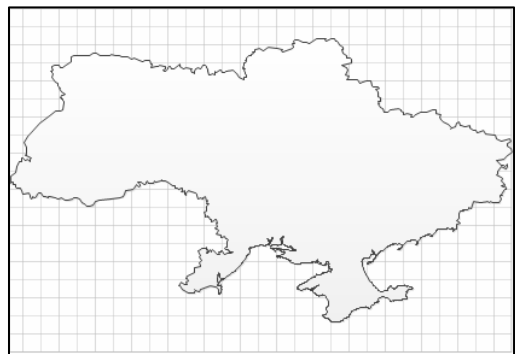

Рис. 13.8. Фігура на базі майстер-шейпу *Ukraine*
- Скопіюйте з трафарету *World Maps* фігуру *Ukraine* до нового трафарету. Випробуйте її в дії (рис. 13.8). Переімнують її в *Ukraine color*.